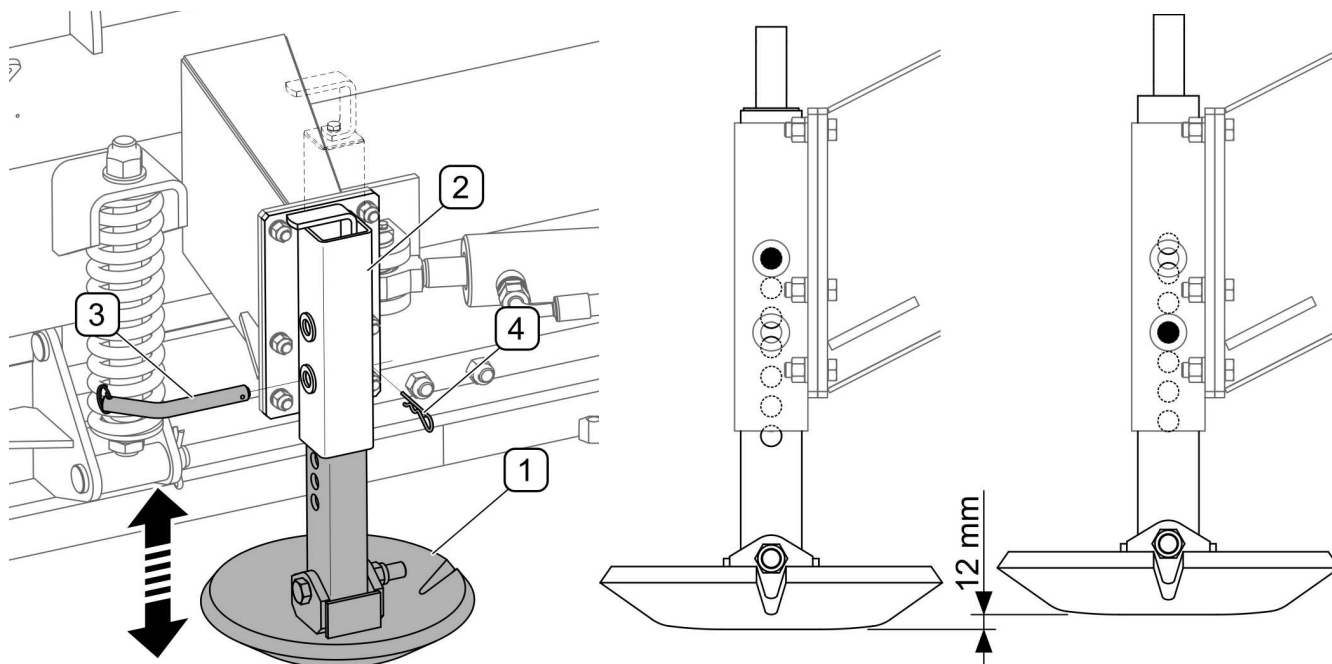

РИСУНОК 4.8 Регулирование рабочей высоты в плугах, оснащенных скользящими
(1)- скользящий; (2)- направляющая скользящего; (3)- шплинт; (4)- страховочная чека
В плугах, оснащенных скользящими (РИСУНОК 4.8), регулирование рабочей высоты осуществляется путем перемещения скользящего (1) вверх или вниз в направляющей (2), для чего необходимо сначала вынуть блокировочный шплинт (4). Положение скользящего в направляющей можно изменять через каждые 12 мм, используя для этого одно из отверстий в направляющей. Требуемая высота скользящих фиксируется шплинтом (3) и упругой чекой (4). Скользящие правого и левого отвалов должны располагаться на одинаковой высоте. Регулирование левого и правого скользящего осуществляется аналогичным способом.